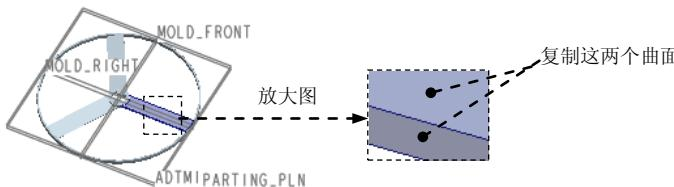

图 5.8 选取复制曲面
Step4. 复制图 5.8 所示的叶片上的曲面。
- (1) 按住 **Ctrl** 键，选取图 5.8 所示的两个曲面。
- (2) 单击 **模具** 功能选项卡 **操作** ▾ 区域中的 **复制** 按钮。
- (3) 单击 **模具** 功能选项卡 **操作** ▾ 区域中的 **粘贴** 按钮。系统弹出“曲面：复制”操控板。
- (4) 单击“曲面：复制”操控板中的 按钮。